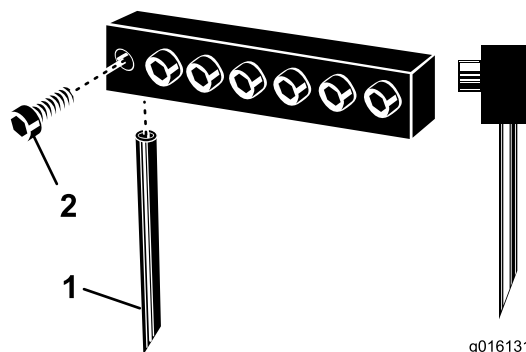

Figura 26
3. Afloje los pernos de sujeción y retire los taladros usados (Figura 26).
Nota: Los taladros huecos deben posicionarse con la ranura de salida hacia atrás, y los taladros macizos deben tener el bisel de la punta del taladro hacia la máquina (Figura 26).